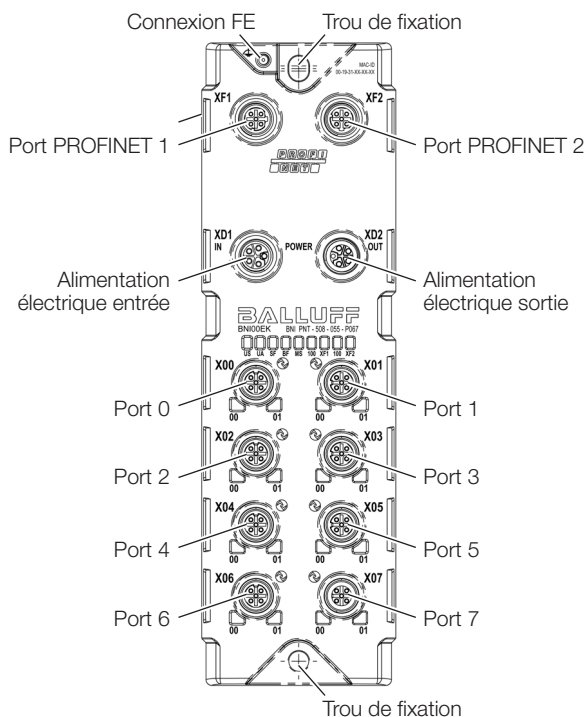

Fig. 4-2 : Vue d'ensemble de l'appareil
- Fixer le module avec 2 vis M6 et le couple de serrage maximal de 3 Nm en utilisant les trous de fixation (voir Fig. 4-2, page 8).